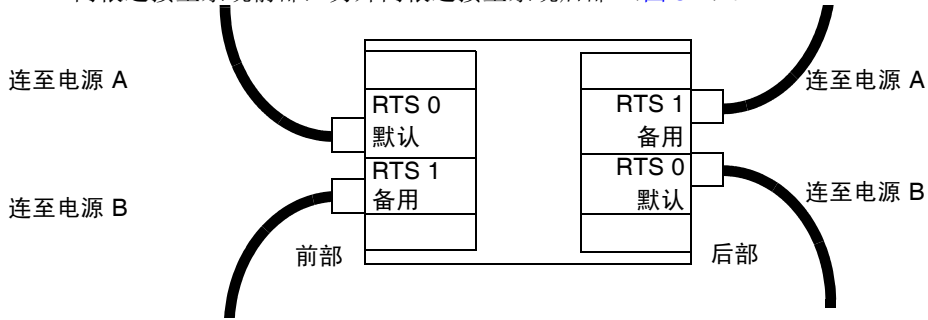

图 3-1 Sun Fire E6900 配置：两个 RTU 部件和两个独立的交流电源
- 在具有两个 RTU 部件和两个独立交流电源的配置中，需要连接四根电源电缆，其中两根连接至系统前部，另外两根连接至系统后部（图 3-1）。